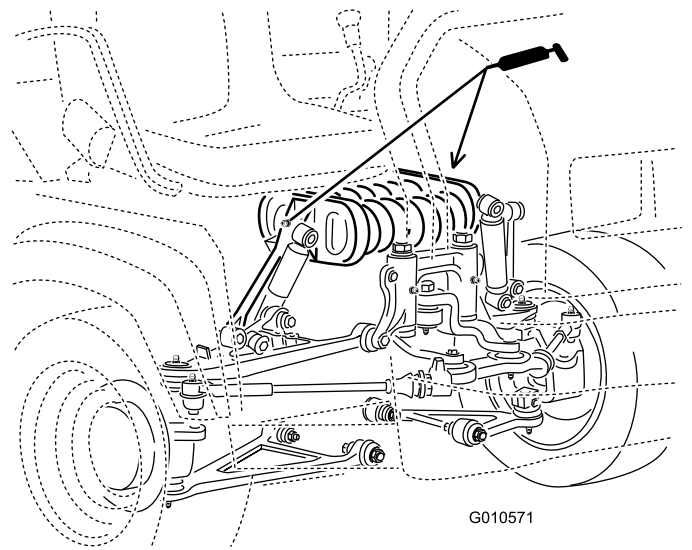

Figura 30
- **Armazón de muelle (2);** consulte la Figura 30